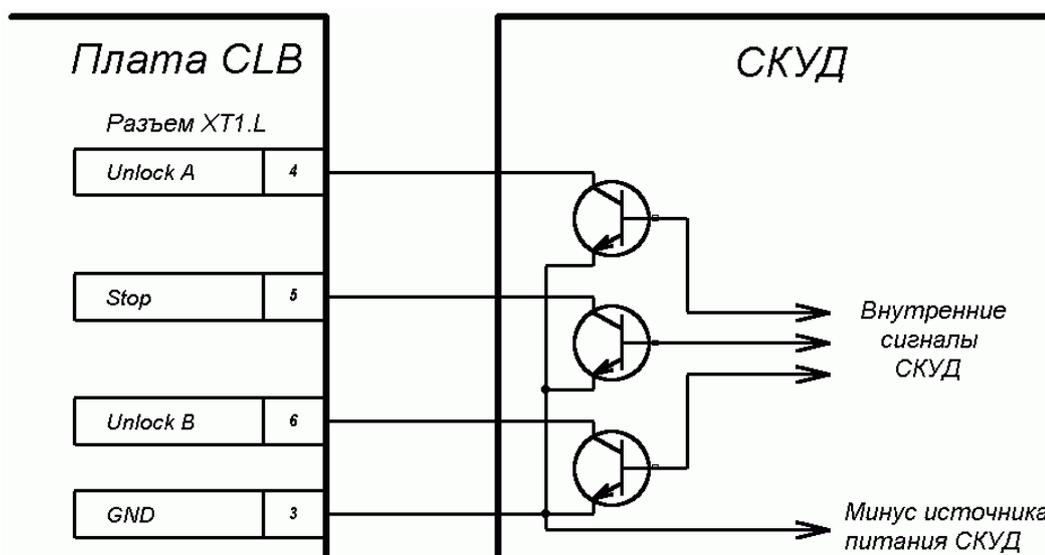

Рисунок 4 – Управляющие элементы внешнего устройства:
6.4.2 Управление турникетом осуществляется подачей на контакты клеммной колодки «XT1.L» Unlock A, Stop и Unlock B сигнала низкого уровня относительно контакта GND, при этом управляющим элементом могут быть нормально разомкнутый контакт реле или схема с открытым коллекторным выходом. Аварийная разблокировка турникета осуществляется снятием с контакта Fire Alarm сигнала низкого уровня относительно контакта GND, при этом управляющим элементом может быть нормально замкнутый контакт реле или схема с открытым коллекторным выходом (см. рисунок 4).